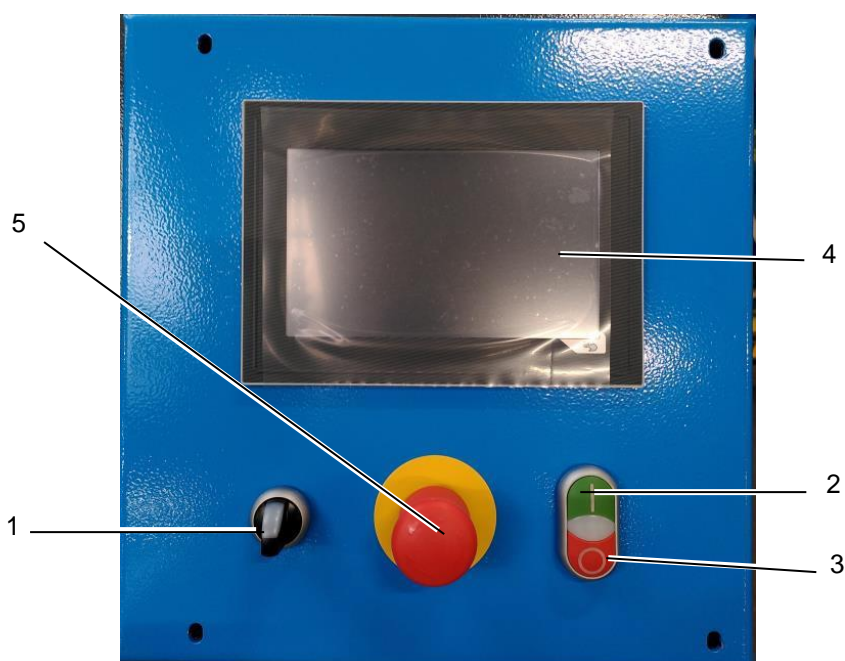

Fig. 18 Station de remplissage sécurisé
- Lors de la première mise en service, mettre la rampe B-SAFE sous tension à l'aide de l'interrupteur principal (1, Fig. 18). La page principale apparaît à l'écran (4).
- Presser la touche verte "1" (2, Fig. 18) pour commencer le remplissage. Le bouton commence à clignoter et le message "REPLISSAGE EN COURS" est affiché à l'écran jusqu'à ce que la pression finale soit atteinte.
Le remplissage peut être interrompu à tout moment en pressant la touche rouge "0" (3, Fig. 18). Presser la touche verte "1" (2) pour reprendre le remplissage. Dans le cas d'une rampe équipée d'une vanne proportionnelle, si une porte est ouverte pendant l'arrêt du remplissage la rampe sera automatiquement dépressurisée et le remplissage devra reprendre à zéro.
- Presser la touche "0" (3, Fig. 18) pour déverrouiller les portes. Le message "PORTES DEVERROUILLEES" apparaît à l'écran. Pendant environ 5 secondes les portes pourront être ouvertes manuellement.
En cas de maintenance ou de stockage longue durée, mettre la rampe B-SAFE 300 hors tension à l'aide de l'interrupteur principal (1, Fig. 18).